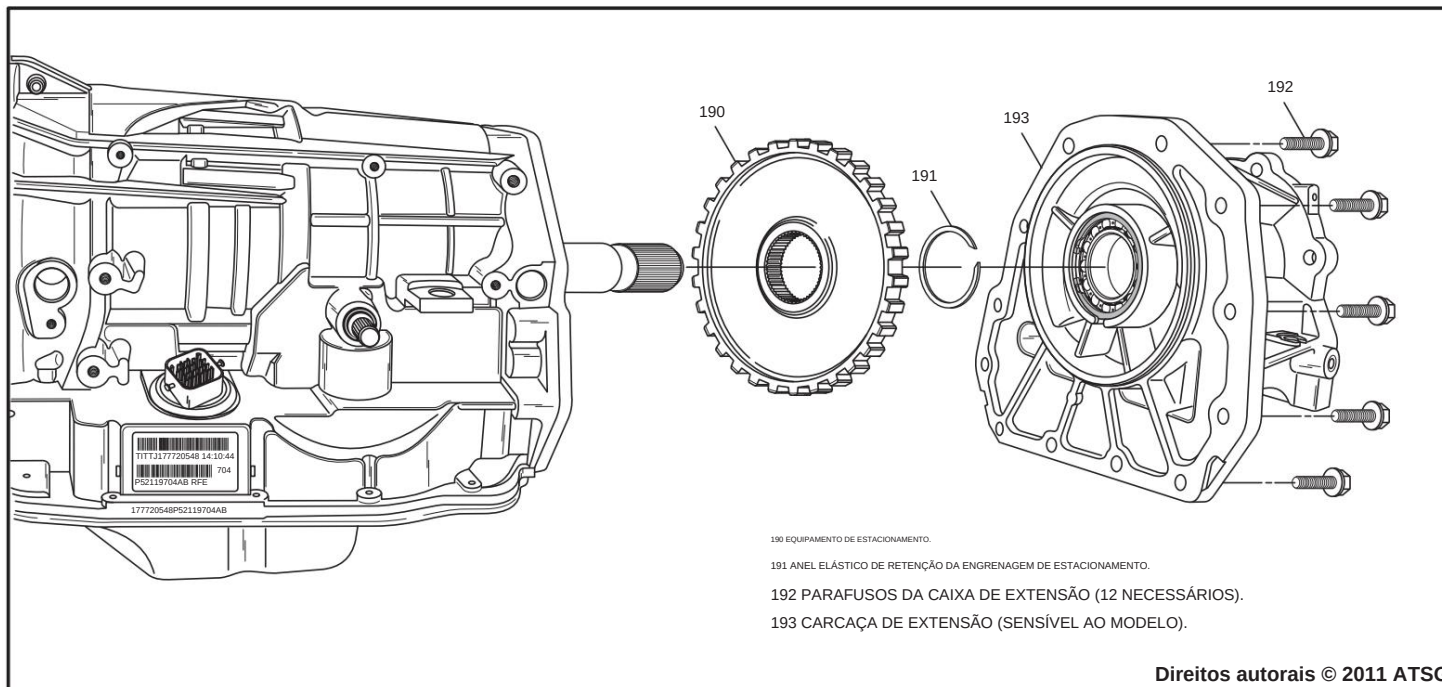

Figura 164
48. Vire a transmissão sobre o cárter de óleo e instale a engrenagem de estacionamento e o anel elástico de retenção, conforme mostrado na Figura 164.
49. Aplique um cordão de silicone RTV na caixa de extensão e instale-a na transmissão, conforme mostrado na Figura 164.
50. Instale os 12 parafusos do alojamento da extensão, conforme mostrado na Figura 164.